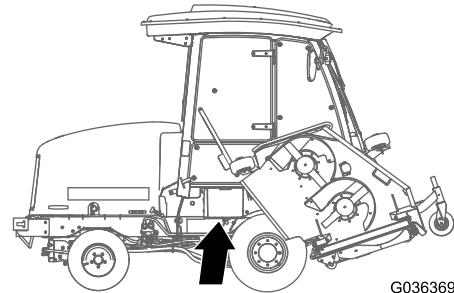

Bild 83
1. Öffnen Sie die Batterieabdeckung an der Seite der Abdeckung (Bild 83).
Hinweis: Üben Sie Druck auf die flache Oberfläche über der Batterieabdeckung aus, um das Entfernen der Abdeckung zu erleichtern (Bild 83).